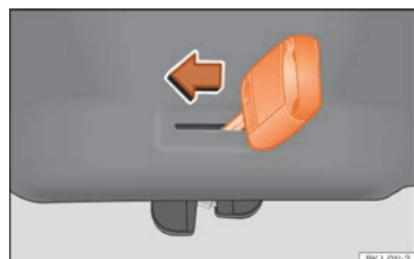

Fig. 95 Detalle del maletero: desbloqueo de emergencia.
- Introduzca el espadín de la llave en la ranura y desplace la llave en el sentido de la flecha hasta que la cerradura se desbloquee **» fig. 95.**